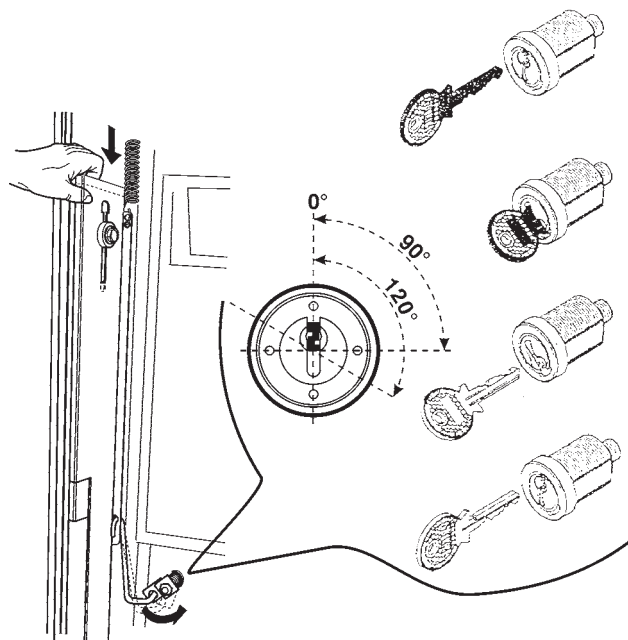

Fig. 4
- eseguire l'operazione a porta aperta abbassando l'asta di chiusura con l'apposito appiglio (vedi fig. 4) per agevolare la rotazione a 120°;